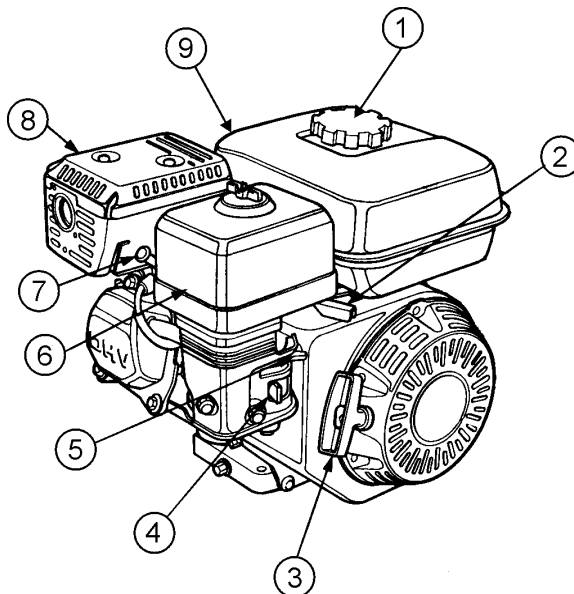

Figura 4. Comandi e componenti del motore (Honda GX390K1QWT2)
- Assicurarsi che la lama sia montata per la corretta direzione di funzionamento (vedere figura 4, pagina 13).
Prima di azionare la sega, controllare che il motore (figura 4) sia lubrificato e rifornito di carburante. Consultare il manuale del motore dei produttori per istruzioni e dettagli sul funzionamento e manutenzione.